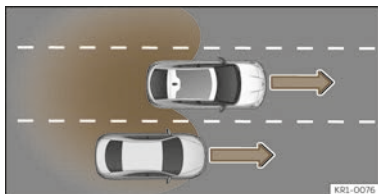

Abb. 148 Überholen auf der mittleren Spur und anschließender Wechsel auf die rechte Fahrbahn.
- Bei Überholung eines anderen Fahrzeugs >>> (**Abb. 148**) mit einer Geschwindigkeitsdifferenz von ca. 10 km/h (6 mph). Erfolgt die Überholung wesentlich schneller, erfolgt keine Anzeige.